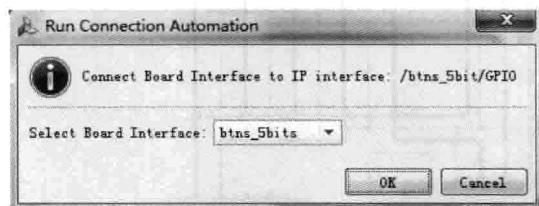

图 4.46 运行自动连接对话框界面
(2) 右键单击 sw\_8bit 实例的 GPIO 端口, 出现浮动菜单。在浮动菜单内, 选择 Make External 选项。该选项用于创建名字为 gpio 的外部端口, 该端口将连接到外设。
(3) 选择 gpio 端口, 将其名字修改为 sw\_8bit。
(4) 单击 Diagram 窗口中的 Run Connection Automation, 并且选择 /btms\_5bit/GPIO。
(5) 如图 4.46 所示, 出现 Run Connection Automation 对话框界面。在 Select Board Interface 右侧的下拉框中选择 btms\_5bits。